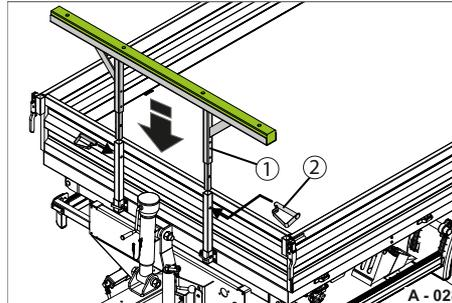

Abb. 38 Auflagebock montieren
► Stecken Sie das Auflagebock-Gestell (Abb. 38/1) in die Rungen (Abb. 37/2) ein.
► Stecken Sie die Federsteck-Bolzen (Abb. 38/2) durch die Bohrungen in den Rungen durch.